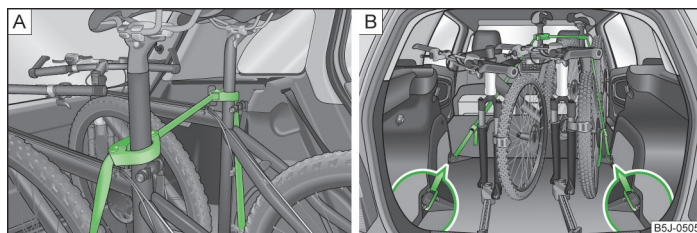

Fig. 59 Sécuriser les bicyclettes
- Placez le collier avec la partie en caoutchouc vers l'avant (dans le sens de la marche) le plus bas possible sur la tige de la selle et fermez le collier » fig. 59 - [A].
- Pour le transport de deux bicyclettes, tendez la sangle » fig. 59 - [A] entre des tiges des selles, écartant les bicyclettes l'une de l'autre.
- Accrochez les mousquetons aux extrémités des sangles dans les œillets d'arrimage à l'arrière des sièges arrière » fig. 59 - [B].